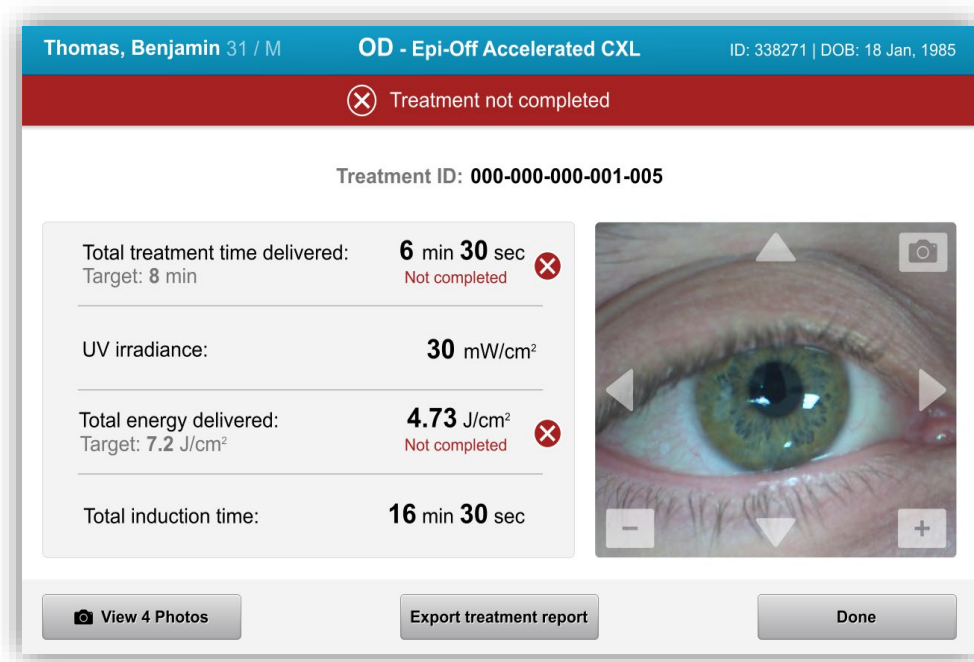

Figura 3-31. Tratamiento parcial no completado (Partial Treatment Not Completed)
- Seleccione “Aceptar” (OK) en la pantalla de confirmación Cancelar tratamiento (Cancel Treatment).
- Se mostrará la información del tratamiento parcial, tal como se muestra en la figura 3-31.